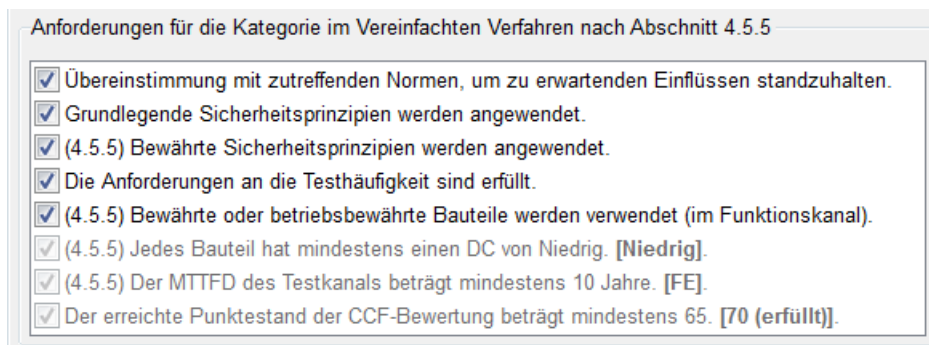

Abbildung 2: Beispiel Kategorie-Anforderungen für vereinfachtes Verfahren nach Abschnitt 4.5.5 der Norm.
- Alle zusätzlichen Kategorie-Anforderungen für das neue vereinfachte Verfahren nach Abschnitt 4.5.5 der Norm. Diese Texte beginnen mit „(4.5.5)“, siehe Abbildung 2 (für Kategorie 2).